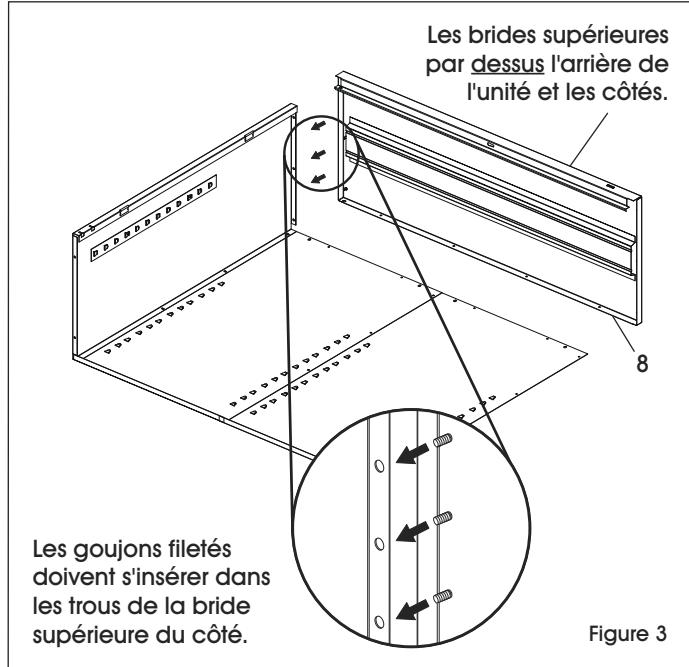

Figure 3
3. Fixez le dessus de l'armoire (8) à l'unité en glissant la bride extérieure par-dessus l'arrière de l'unité et la bride latérale par-dessus le panneau latéral. Les goujons filetés doivent s'insérer dans les trous de la bride supérieure du côté et être fixés à l'aide de trois écrous. Fixez les panneaux arrière au dessus de l'armoire à l'aide de 4 boulons et écrous. (Voir Figure 3)